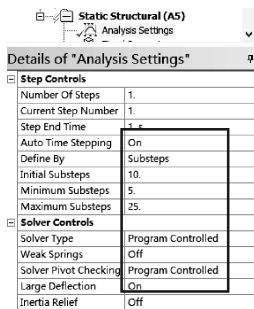

图 2-11 非线性设置
(4) 非线性设置: 单击【Analysis Settings】→【Details of “Analysis Settings”】→【Step Controls】→【Auto Time Stepping】= On, 【Define By】= Substeps, 【Initial Substeps】= 10, 【Minimum Substeps】= 5, 【Maximum Substeps】= 25; 【Solver Controls】→【Large Deflection】= On, 其他默认, 如图 2-11 所示。